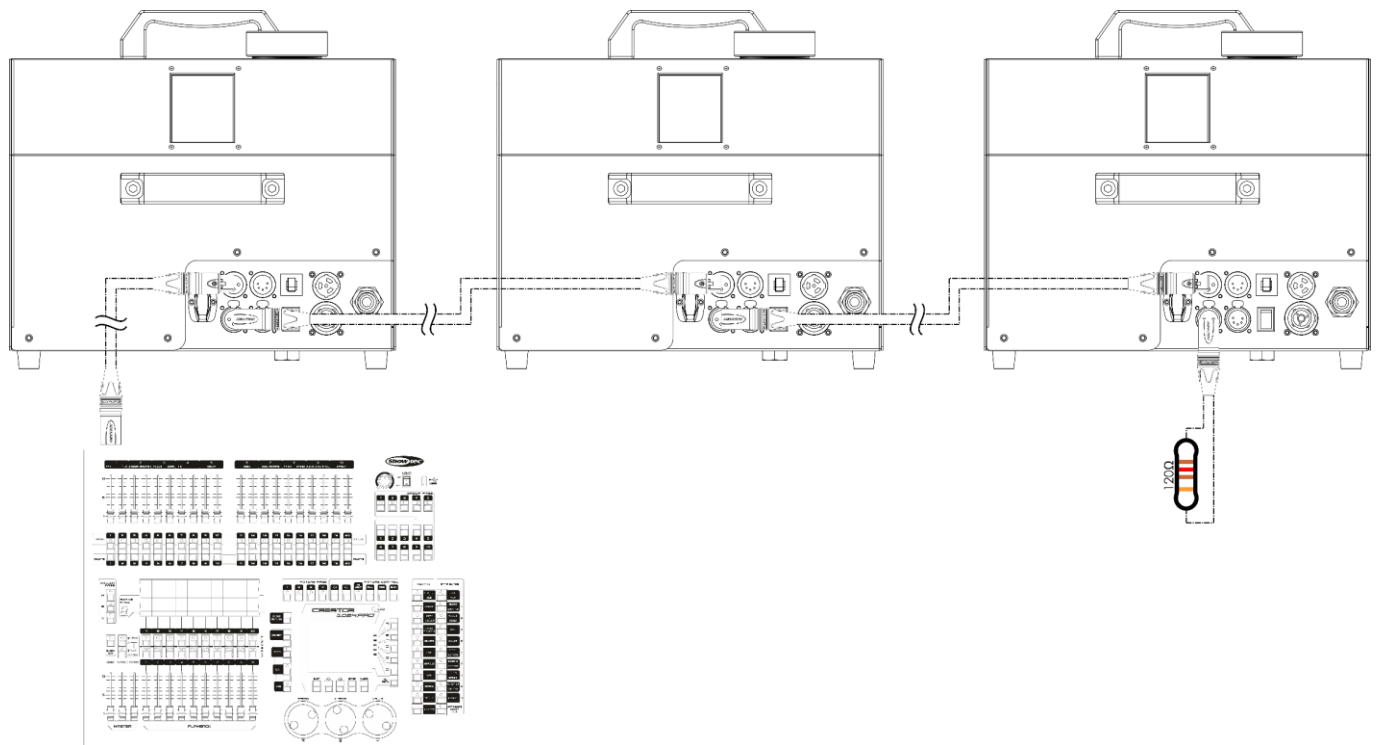

Fig. 04
- 04) Collegare le unità come indicato nella Fig. 04. Collegare un cavo di segnale DMX dall'uscita "out" DMX della prima unità all'ingresso "in" della seconda unità. Ripetere questo processo fino a collegare la seconda, la terza e la quarta unità.